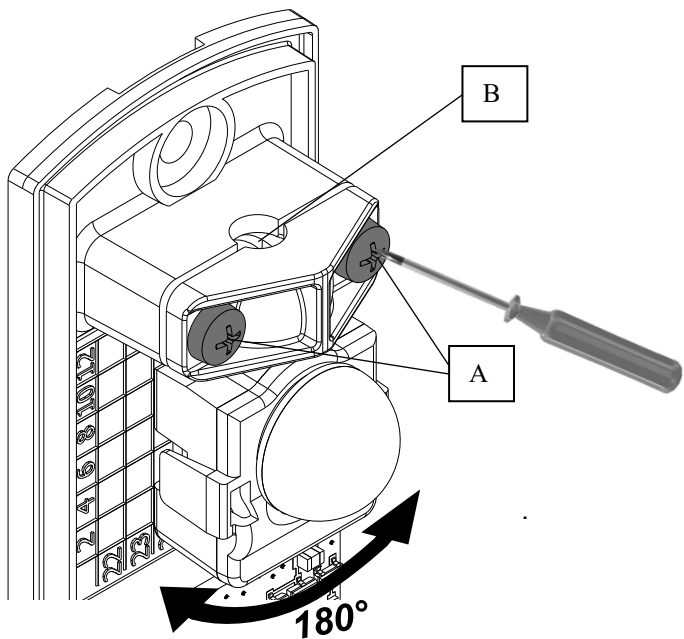

Fig. 1
- 1) Desserrer légèrement les vis de serrage des têtes rotatives « A » (fig. 1).
- 2) Orienter les têtes TX et RX l'une vers l'autre jusqu'à obtenir la LED rouge sur le RX (fig. 1 et 2).
- 3) Une fois la LED rouge allumé, le faisceau est détecté. Pour affiner le réglage il faut suivre la procédure 3. **POINT DE TEST.** Vous pouvez utiliser l'encoche « B » (fig. 1) avec un tournevis plat.
- 1) Allentare leggermente le viti di serraggio delle teste rotanti "A" (fig. 1).
- 2) Orientare le teste TX e RX l'una verso l'altra fino a visualizzare il LED rosso sulla RX (fig. 1 e 2).
- 3) Una volta che il LED rosso si accende, il raggio è stato rilevato. Per regolare con precisione l'impostazione, seguire la procedura 3. **PUNTO DI PROVA.** La tacca "B" (fig. 1) può essere utilizzata con un cacciavite piatto.